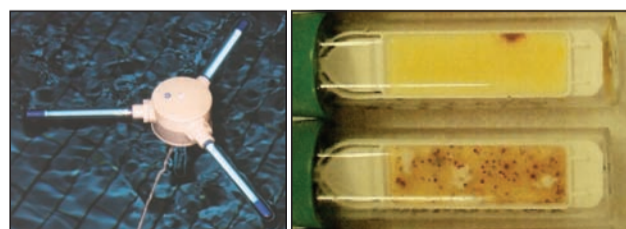

Abb. 5 **Microfloat®** 3/1 und Cult dip Test.
- **Microfloat®**: Als schwimmende „Barriere“ desinfizieren die in einen Schwimmkörper (Abb. 5) integrierten UV-Strahler nicht nur das Wasser, sondern auch oberhalb des Flüssigkeits-spiegels befindliche feuchte Wände des Behälters und die Luft ohne dass Schattenbereiche unbestrahlt bleiben. Durch lange Bestrahlungszeiten wird der Behälter in einen äußerst wirksamen UV-Reaktor umgewandelt.